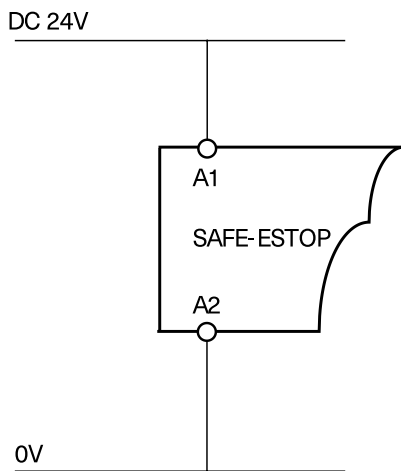

Abb. 15: Stromversorgung A1 und A2
- 4. Stromversorgung** Schließen Sie die Stromversorgung an A1 und A2 an (Abb. 15). **VORSICHT:** Die Stromversorgung darf noch nicht eingeschaltet sein.